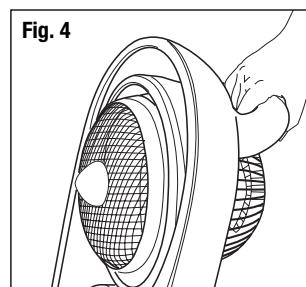

Fig. 4
- Pour déplacer l'unité, éteindre les ventilateurs, débranche le cordon d'alimentation et le choisis en haut par la poignée (Fig. 4).